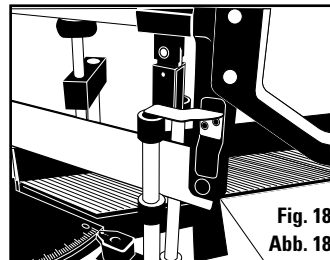

Fig. 18 Abb. 18
1. Le dispositif de maintien arrière s'adapte sur l'extrémité supérieure du montant en chrome. (Fig. 18).
1. El Sujetador Posterior está diseñado para descansar sobre la parte alta del Poste Cromado. (Fig. 18)
1. Die hintere Haltevorrichtung liegt oben auf der Chromstange auf. (Abb. 18)